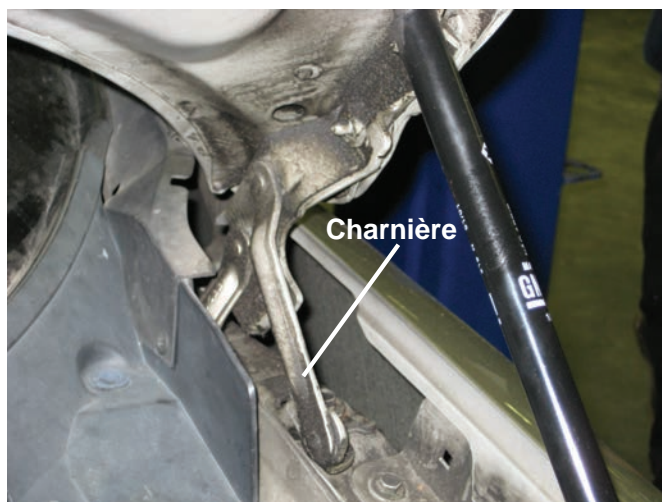

Figure 2-10 Boulon fixant la charnière au capot du véhicule.
- ÉTAPE 5. Retirez les boulons de la charnière, puis la charnière du capot (*figure 2-10*).